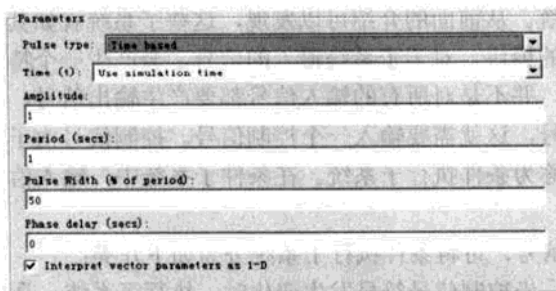

图 7.9 Pulse Generator 模块参数设置
(1) Pulse Generator 模块参数设置。其中 Amplitude 为 1, Period 为 1, Pulse Width 为 50, Phase delay 为 0, 如图 7.9 所示。